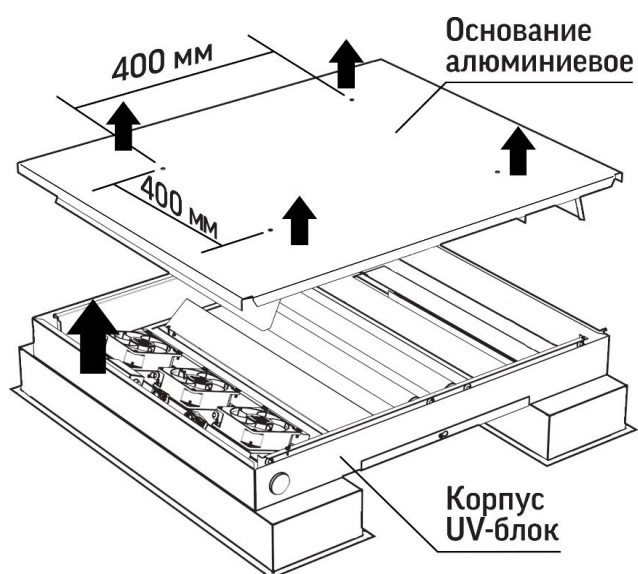

Рис.3
- Достаньте основание алюминиевое UV-блока из корпуса UV-блока (Рис. 3);
- Установите основание UV-блока через заранее подготовленные отверстия  $d=5,5\text{мм}$  на расстоянии  $400\times 400\text{мм}$  к монтажной поверхности (Рис. 3);
- Корпус UV-блока прикрепите к боковым стенкам основания с помощью винтов М3 (Рис. 3);